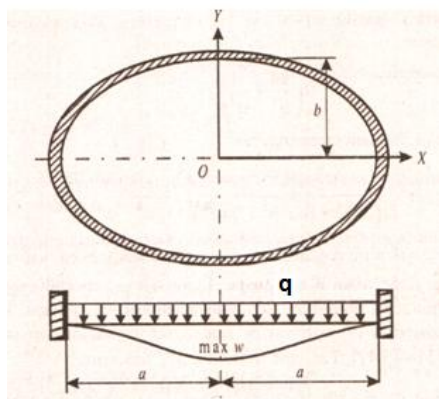
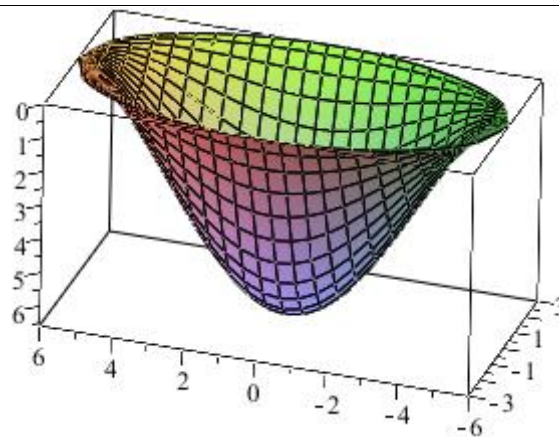

Рис.8.1
Рис.8.2
8. На рис. 8.1 показана пластина с эллиптическим жестко закрепленным контуром, а на рис. 8.2 показана